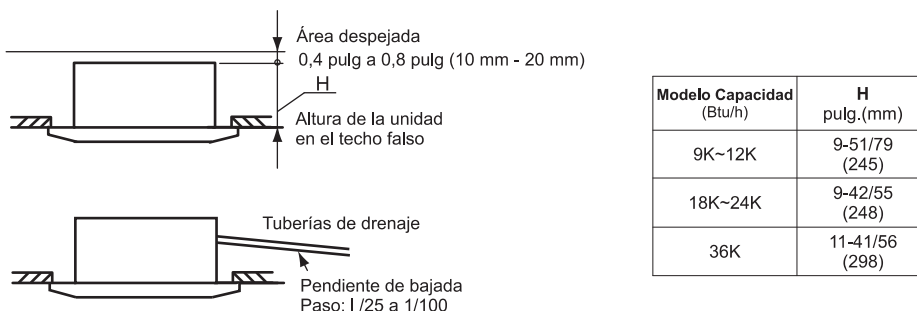

Fig. 3.2 Ubicación de la unidad interior
- Seleccione la ubicación de la instalación como se muestra en la Fig. 3.2:
- (A) Espacio mínimo
- (B) Inclinación de pendiente de bajada de la tubería de drenaje: 1/25-1/100